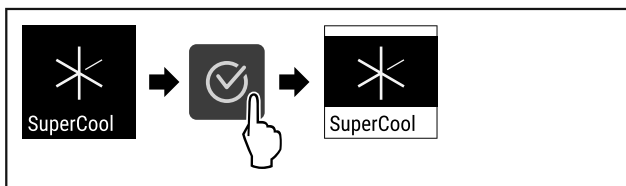

Fig. 73
- ▶ Hajtsa végre a művelet lépéseit (lásd Fig. 73) .